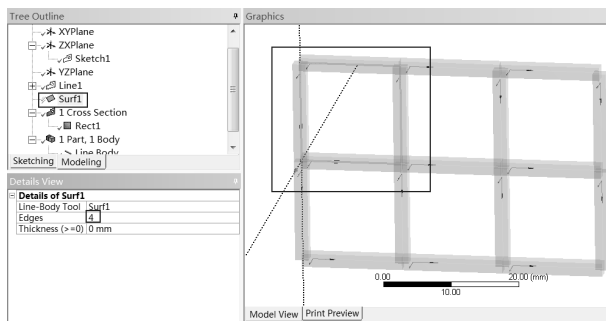

图 2-112 边线生成曲面命令 2
Step15：选择 Tree Outline（模型树）中的 Surf1 选项，选择绘图区域的四条边线，如图 2-112 所示。在 Details View 面板的 Edges 栏中单击 Apply 按钮，并单击工具栏中的 Generate 图标生成壳体。